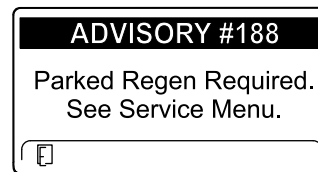

Bild 55
- Eine geparkte Regenerierung ist erforderlich, ADVISORY #188 (Bild 55)